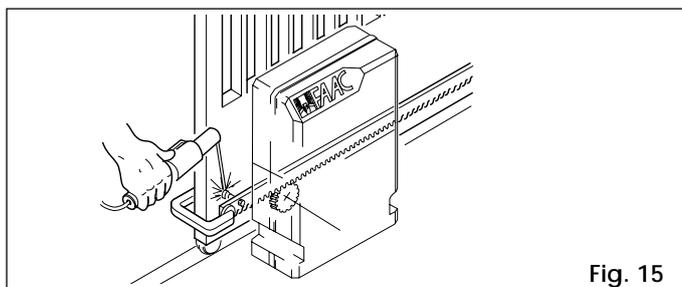

Fig. 15
- en le mettant au même niveau et souder le rivet de fixation fileté sur le portail comme indiqué Fig.15